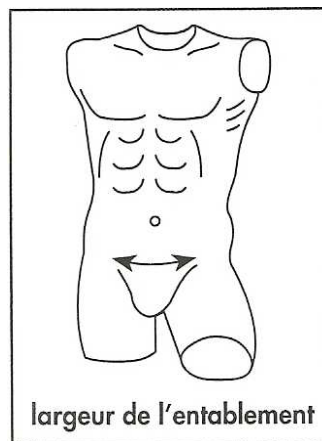

Figure 6 : Largeur de l'entablement (28)
- largeur à l'entablement (extrémité gauche à droite de la poche au niveau du haut du pubis) (Figure 6) ;